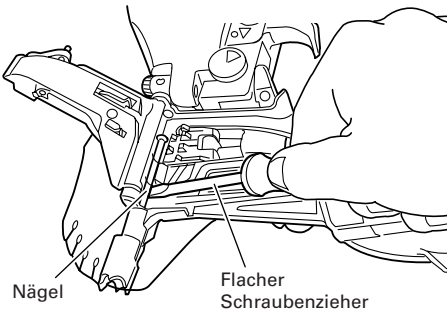

Abb. 15
- (2) Entfernen Sie den verklemmten Nagel mit einem flachen Schraubenzieher. (Abb. 15)